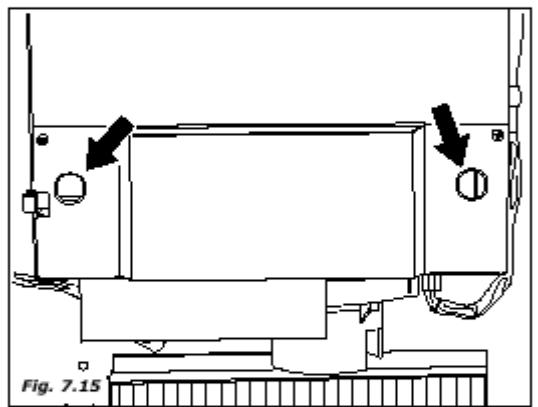

Fig. 7.15
- закройте прозрачную дверцу и найдите два отверстия для доступа к винтам (рис. 7.15). Выкрутите винты, но не вынимайте их.